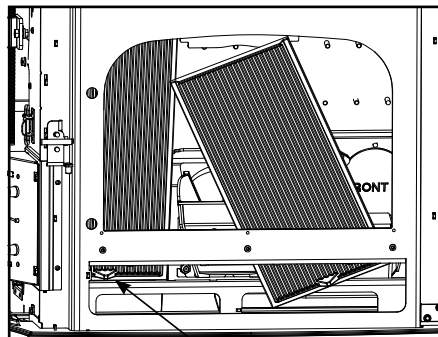

Figure 5.5a
4. Faites pivoter le haut de l'échangeur de chaleur vers l'ouverture de la porte jusqu'à ce que vous puissiez le soulever et le sortir. Figure 5.5a